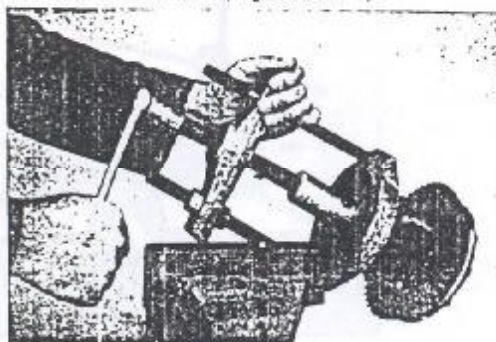

Figura 5.17.4 - Remoção dos rolamentos laterais da coroa
1. Remover os rolamentos laterais da coroa, com o auxílio da ferramenta G.5.17.02A (Figura 5.17.4).